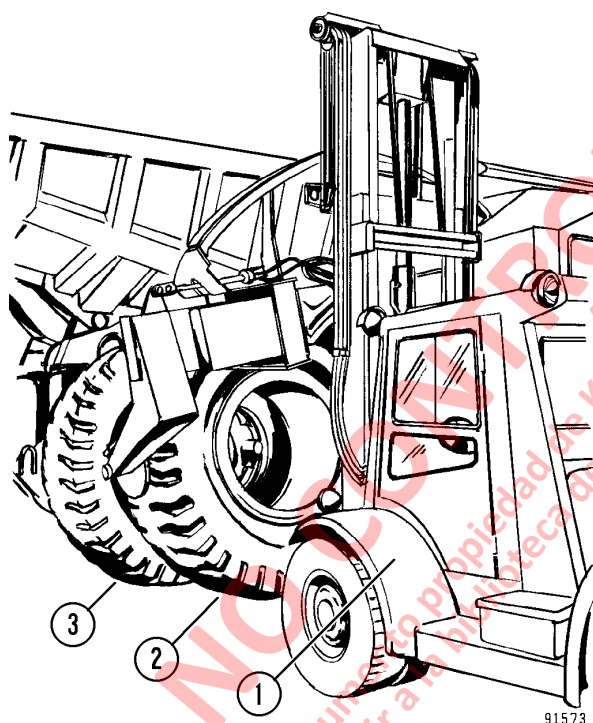

FIGURA 2-6. DESMONTAJE DEL NEUMÁTICO TRASERO
4. Tome la rueda y el neumático exterior con el manipulador de neumáticos como se muestra en la Figura 2-6. Desmonte las tuercas de la brida (10, Figura 2-7) del aro adaptador (9) que aseguran el aro externo al cubo del motor de la rueda.
6. Si es necesario sacar la rueda interior, desconecte la extensión de inflado (7) del neumático interno y sáquelo.
7. Posicione un manipulador de neumáticos para sujetar la rueda interior. Retire la tuerca con brida (6).